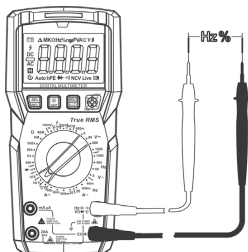

Рис. 11 Измерение частоты и коэффициента заполнения
7.8 Измерение частоты и коэффициента заполнения (см. рис. 11)